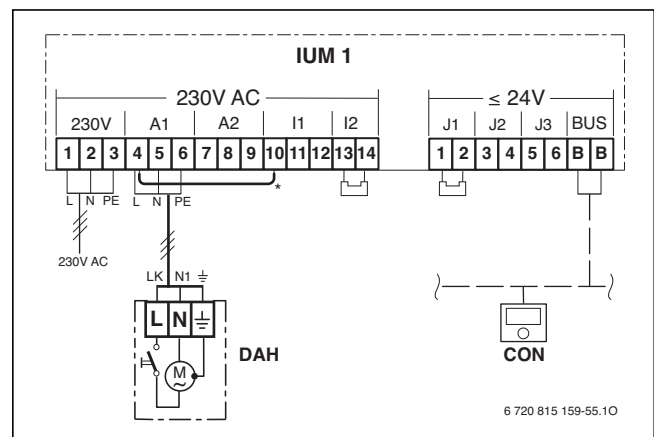

Bild 87 Anschlussplan IUM, Beispiel Funktion als Dunstabzugshaube
- **Dunstabzugshaube:** Bei einer Wärmeanforderung (Heizung oder Warmwasser) wird die eingeschaltete Dunstabzugshaube ausgeschaltet und der Wärmeerzeuger geht in Betrieb (→ Bild 87).
- **Fernstöranzeiger, optisch und akustisch:** Bei einer Sicherheitsabschaltung des Wärmeerzeugers (z. B. bei Gasmangel) liegt am Anschluss A1 des IUM eine Spannung von 230 V AC an. Die Fernstöranzeige spricht an. Die Störung wird so lange angezeigt, bis die Störungen behoben und der Wärmeerzeuger entriegelt wird. Bei entsprechender Kodierung ist der Anschluss von 2 Fernstöranzeigern (A1 und A2, → Bild 87) möglich. Störungen werden auch über die angeschlossene Bedieneinheit angezeigt.
Die gewünschte Funktion wird über eine Kodierung mithilfe einer oder mehrerer Brücken eingestellt (→ Bild 87, Anschlussklemmen J1-J3).